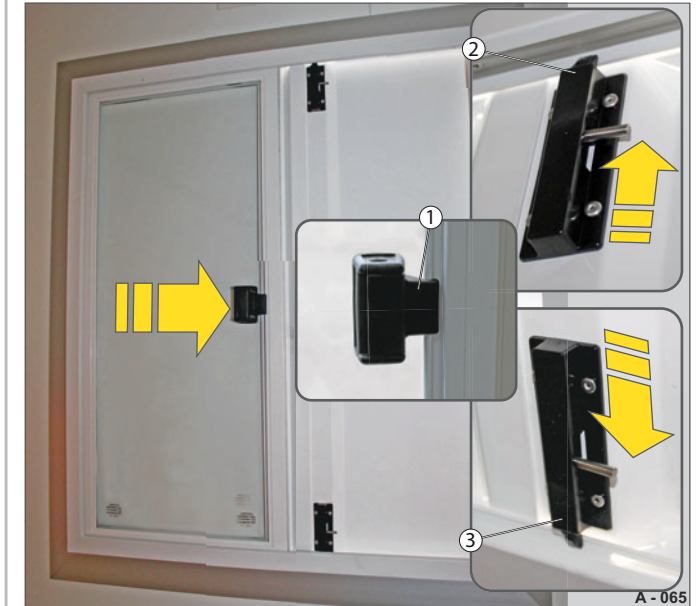

Abb. 9 Fensterladen/ Schiebefenster schließen
- ▶ Verriegeln Sie den Fensterladen mit dem oberen Schieber (Abb. 9/2) und unterem Schieber (Abb. 9/3).
- ▶ Schließen Sie das Schiebefenster - der Verriegelungs-Griff (Abb. 9/1) schnappt ein. Der Fensterladen ist geschlossen und verriegelt. Das Schiebefenster ist verriegelt.